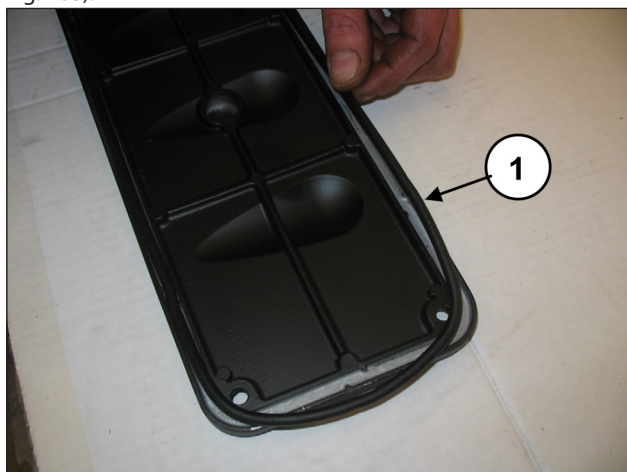
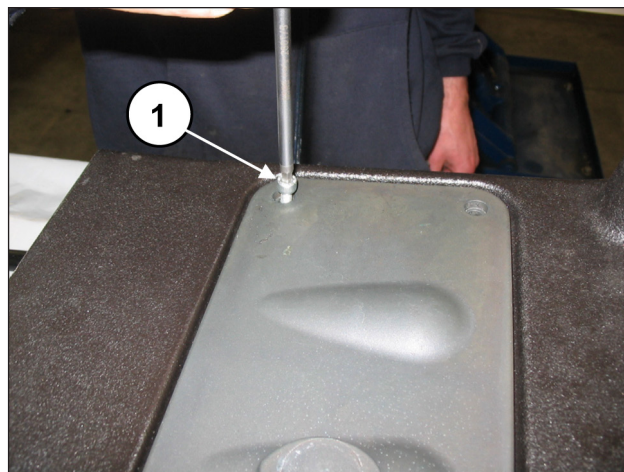

Fig. 102
Fig. 103
Introducir la junta tórica (pos. ①, Fig. 102) en las tapas de inspección y montar las tapas con 4+4 tornillos M6x14 (pos. ①, Fig. 103).